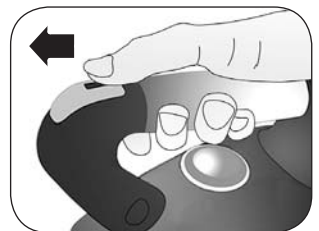

Fig. 7
- 6 Um den Strahl zu unterbrechen, muss man den Schalter entriegeln (D). Den Schiebeschalter (E) (Abb. 7) nach vorne schieben.